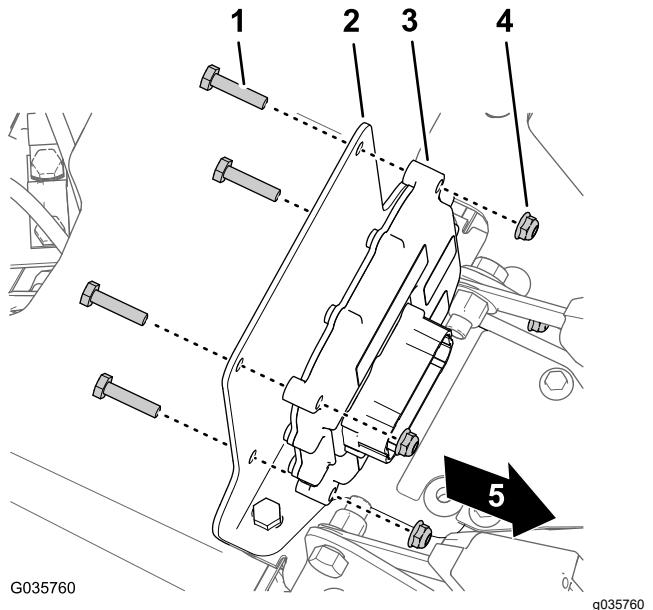

Bild 31
2. **Maschinen bis Baujahr 2015:** Ermitteln Sie die Drückplatte zwischen den inneren Bediener- und Passagiersitzgurthälften und nehmen Sie die Drückplatte vom Unterteil des Bedienfelds ab (Bild 31).
3. Befestigen Sie das elektronische Steuergerät mit den vier Schrauben ($\frac{1}{4}$ " x $1\frac{1}{8}$ ") und vier Sicherungsmuttern ($\frac{1}{4}$ ") an der Befestigungshalterung (Bild 31).